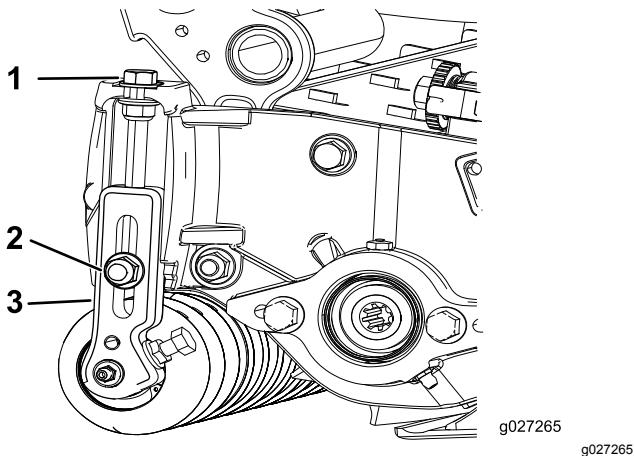

Bild 15
1. Lösen Sie die Sicherungsmuttern, mit denen die Schnitthöheneinstellhalterungen an den Seitenplatten der Schneideeinheit befestigt sind (Bild 15).